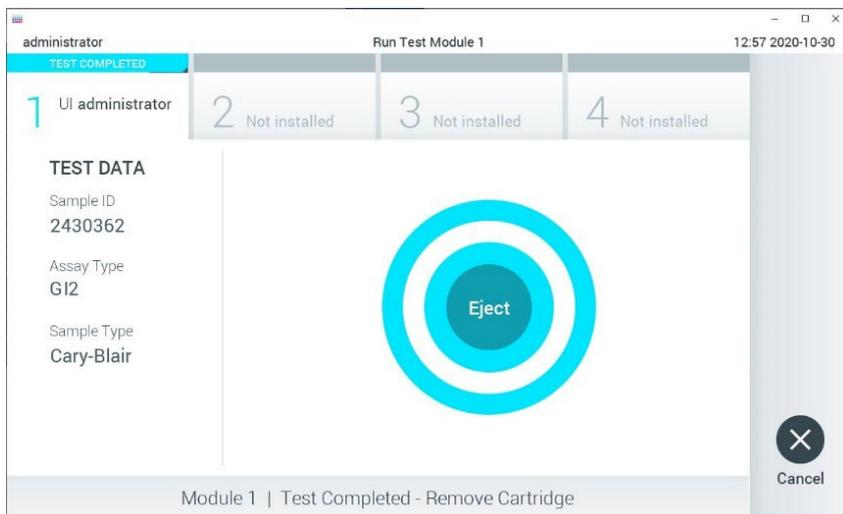

Figura 14. Schermata Eject (Espelli).
14. Al termine del test, verrà visualizzata la schermata Eject (Espelli) (Figura 14) e la barra stato dei moduli mostrerà il risultato del test come una delle seguenti opzioni: